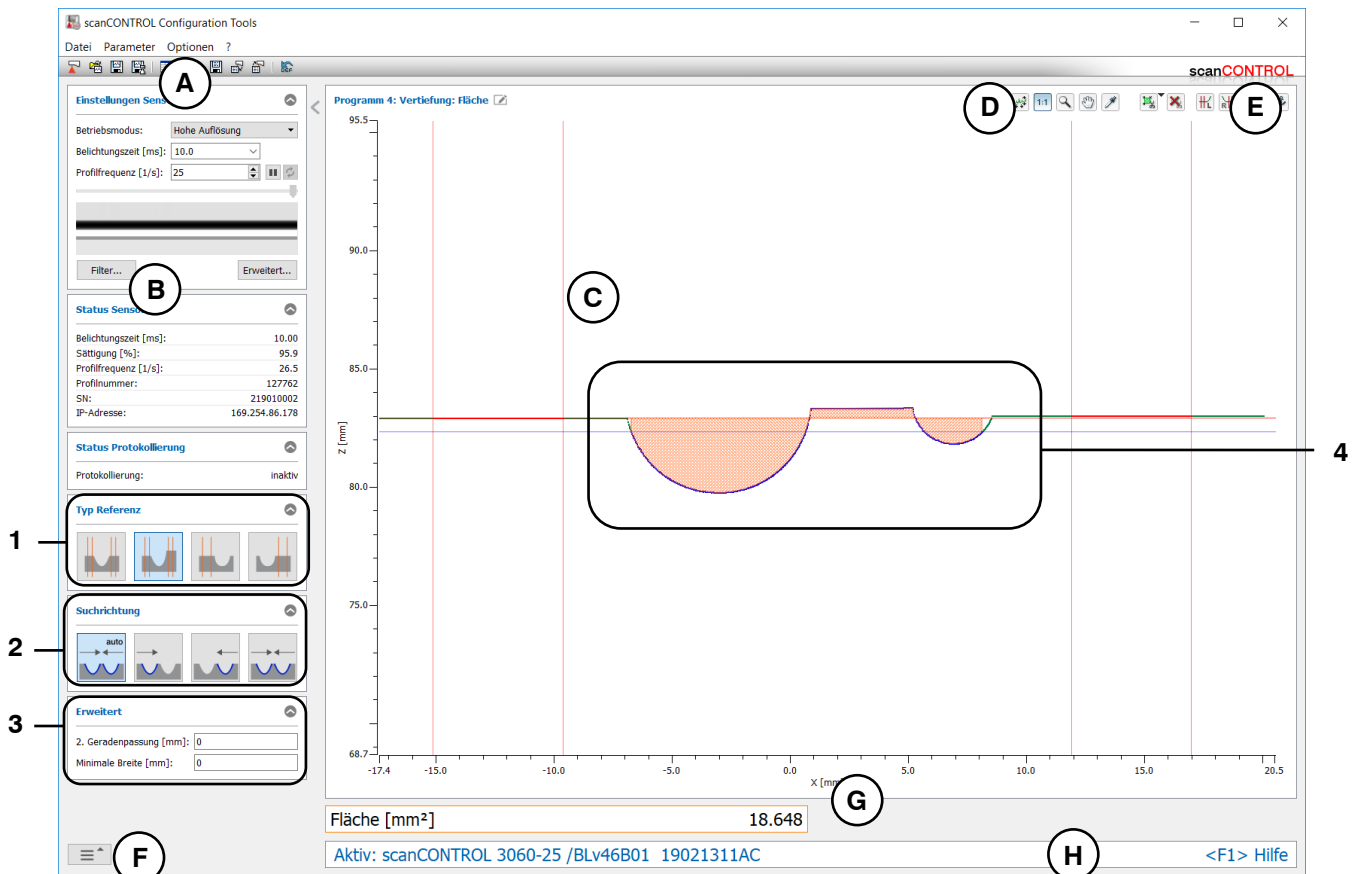

Abb. 4.35: Messprogramm „Vertiefung Fläche“
- Definieren Sie den Typ der Vertiefung (siehe Abb. 4.35 und Kap. 3.13.1):